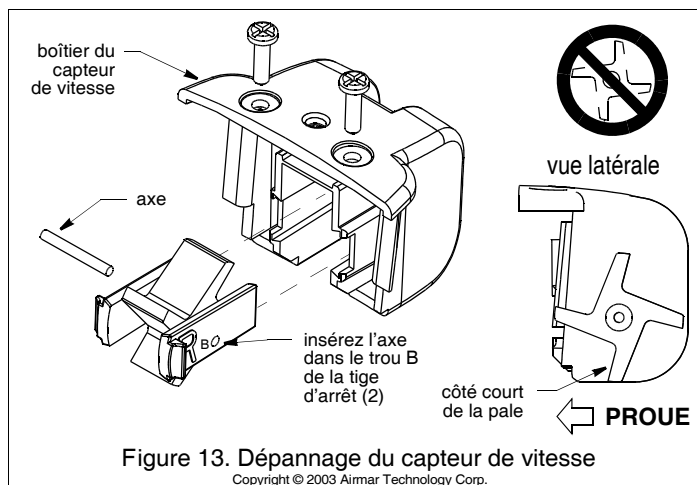

Figure 13. Dépannage du capteur de vitesse
2. La roue à aubes est insérée dans un boîtier sans fixation. Faites glisser le capteur de vitesse avec précaution vers le haut tout en maintenant la roue à aubes dans son boîtier (Figure 13).
Démontez la roue à aube pour la nettoyer si elle s'encrasse ou ne fonctionne plus. Ôtez les deux vis du capteur de vitesse (Figure 13). Faites le coulisser verticalement pour le séparer du boîtier de sonde. Saisissez les deux tiges d'arrêts et tirez pour accéder à l'axe de rotation.